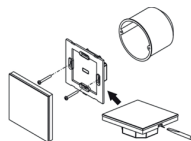

Рис. 1. Монтаж панели.
- 3.2. Вставьте отвертку в специальное гнездо в нижней части (см. рис. 1) и аккуратно отделите лицевую панель от корпуса.